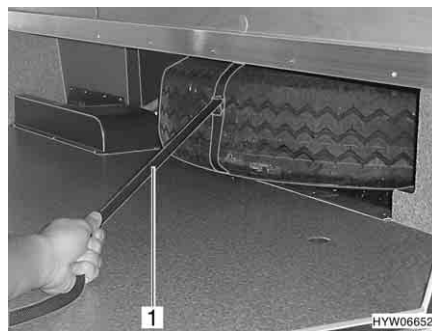

Bild 241 Ersatzrad im Doppelboden
- Ersatzrad mit dem Haltegurt (Bild 241,1) herausziehen.